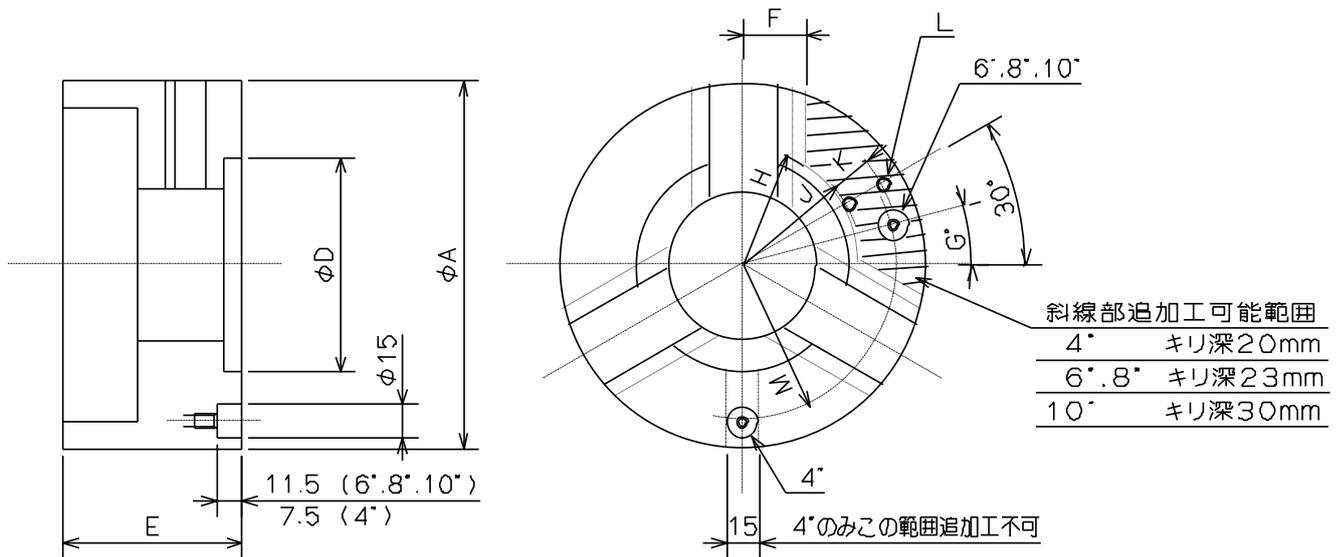

図 15
- ・ チャックボデー表面にロケータや治具を取り付ける場合は、図 15~16 に示す追加工範囲内に穴明けを行ってください。